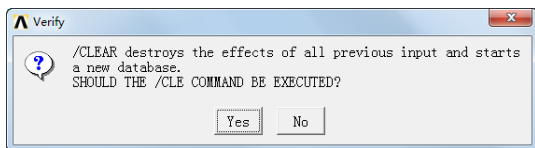

图 3-9 建立新文件的确认对话框
③ 打开确认对话框，单击“Yes”按钮，如图 3-9 所示。